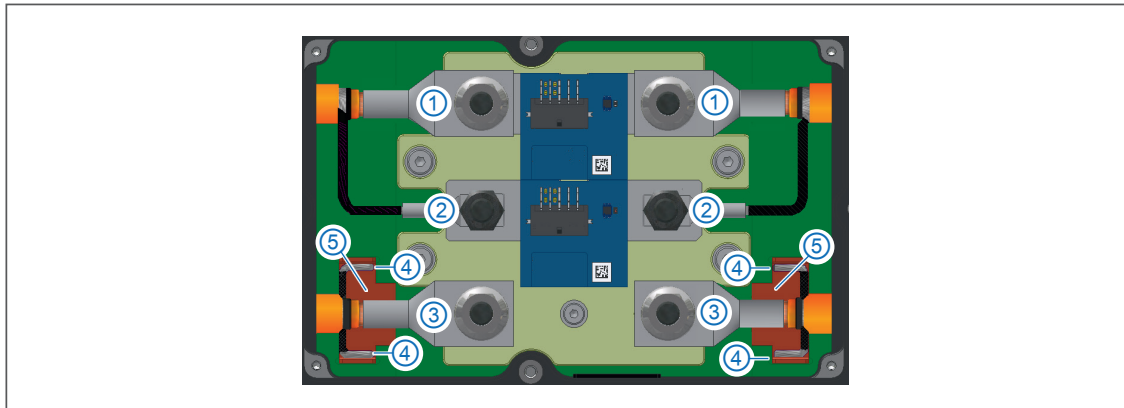

Abb. 5-40:HV BM 1.2+S, HV-Leitungen angeschlossen
- ☞ Die verdrillten und an den Enden verzinnnten Stränge des Abschirmgeflechts (Abb. 5-39) mit den Lötflächen der Schirmdurchführung (Abb. 5-40, ⑤) verlöten.